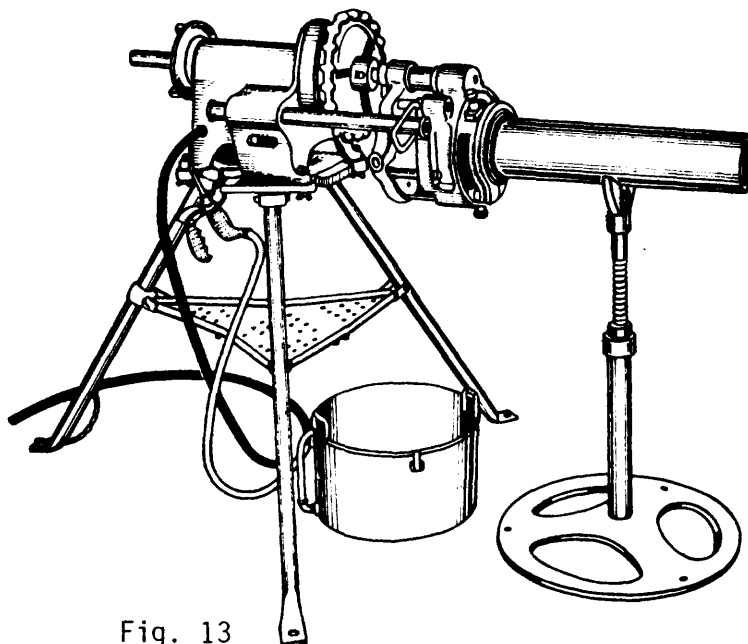

Fig. 13
4. Fije la terraja en la máquina (fig. 13).